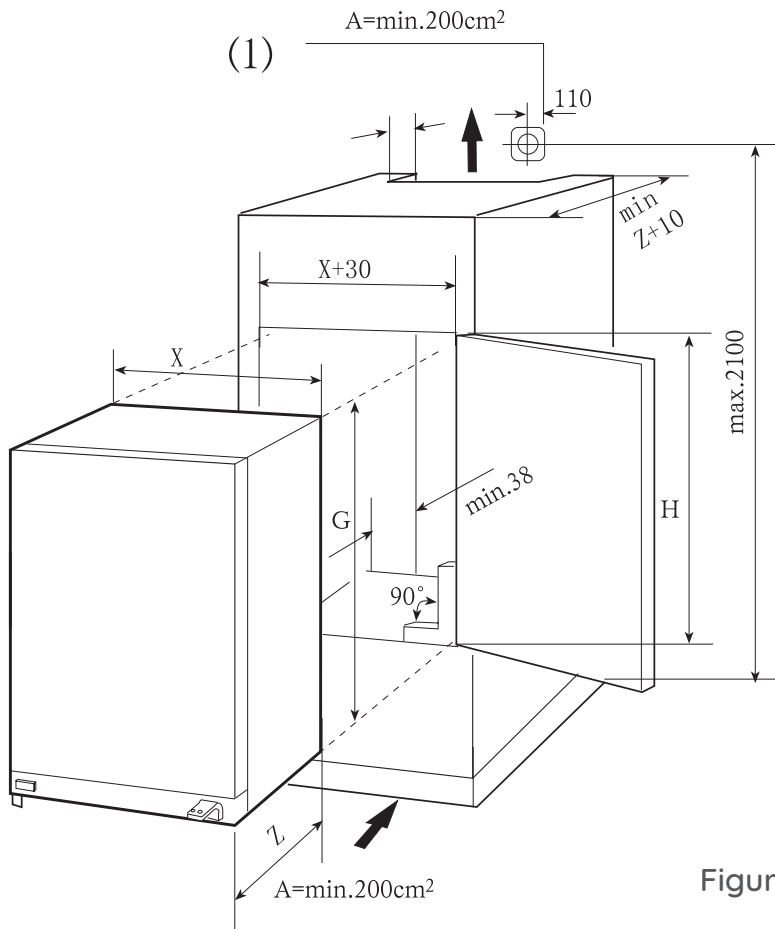

Figure 1
- Ventilation (Figure 1)
4. Vérifiez que la position de la prise de courant(1) est correct. La tension du CA dans le point où l'appareil sera utilisé doit être conforme aux données de la plaque signalétique apposée sur la paroi intérieur gauche de l'appareil, près des bacs à légumes. La prise de courant doit être mise à la terre obligatoirement.